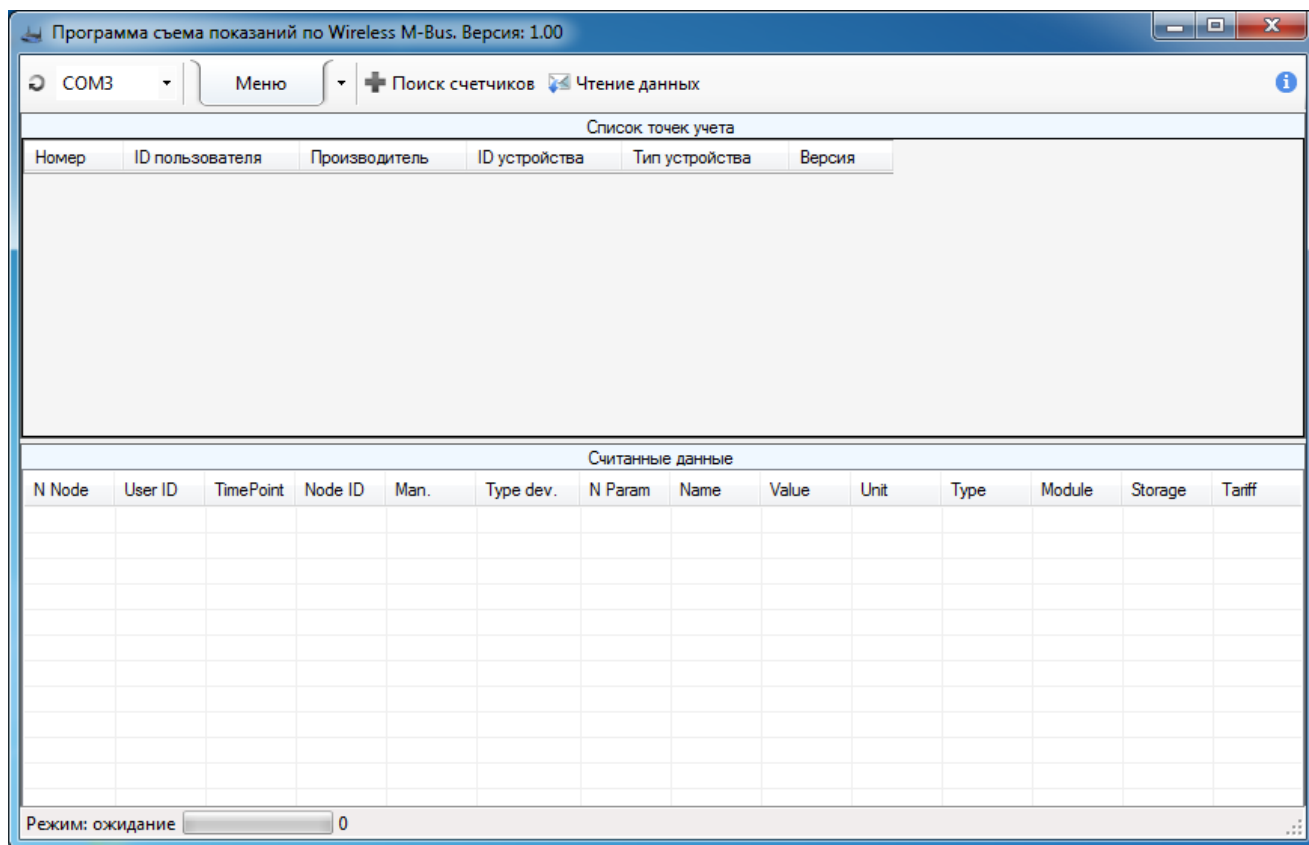

Рисунок 3.2 – Главное меню программы считывания данных с приборов учета
3.1.3 После открытия диалогового окна необходимо нажать кнопку «Поиск счетчиков» (рисунок 3.2).